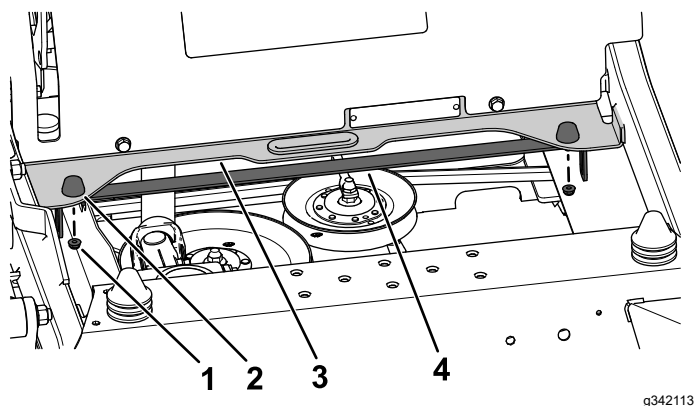

Figura 12
- Sujete el refuerzo al travesaño y a los topes de goma con las 2 contratuercas ($\frac{1}{4}"$) que retiró anteriormente, como se muestra en la Figura 12.